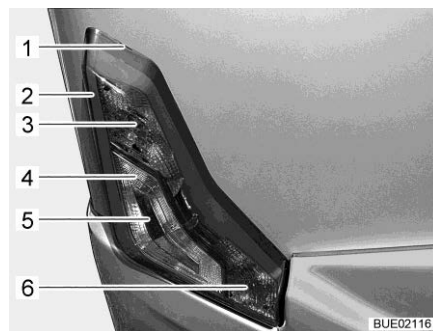

Bild 309 Belysning bak
- Sätt i ett platt verktyg i skåran (Bild 309,1) och lyft av huset försiktigt.